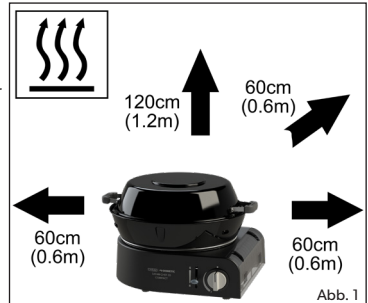

Abb. 1
- Achten Sie darauf, dass das Gerät von allen brennbaren Materialien entfernt benutzt wird. Die Mindest-Sicherheitsabstände betragen: über dem Gerät = 1,2m, hinten und an den Seiten = 0.6m (Abb. 1).